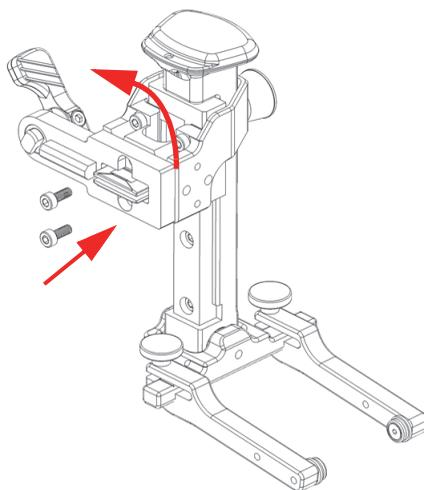

図 2-21 SLA ブラケットの左右反転
2. SLA ブラケットを 180 度回転します (50 ページの図 2-21)。
3. 2 つのネジを所定の位置に戻します (50 ページの図 2-21)。